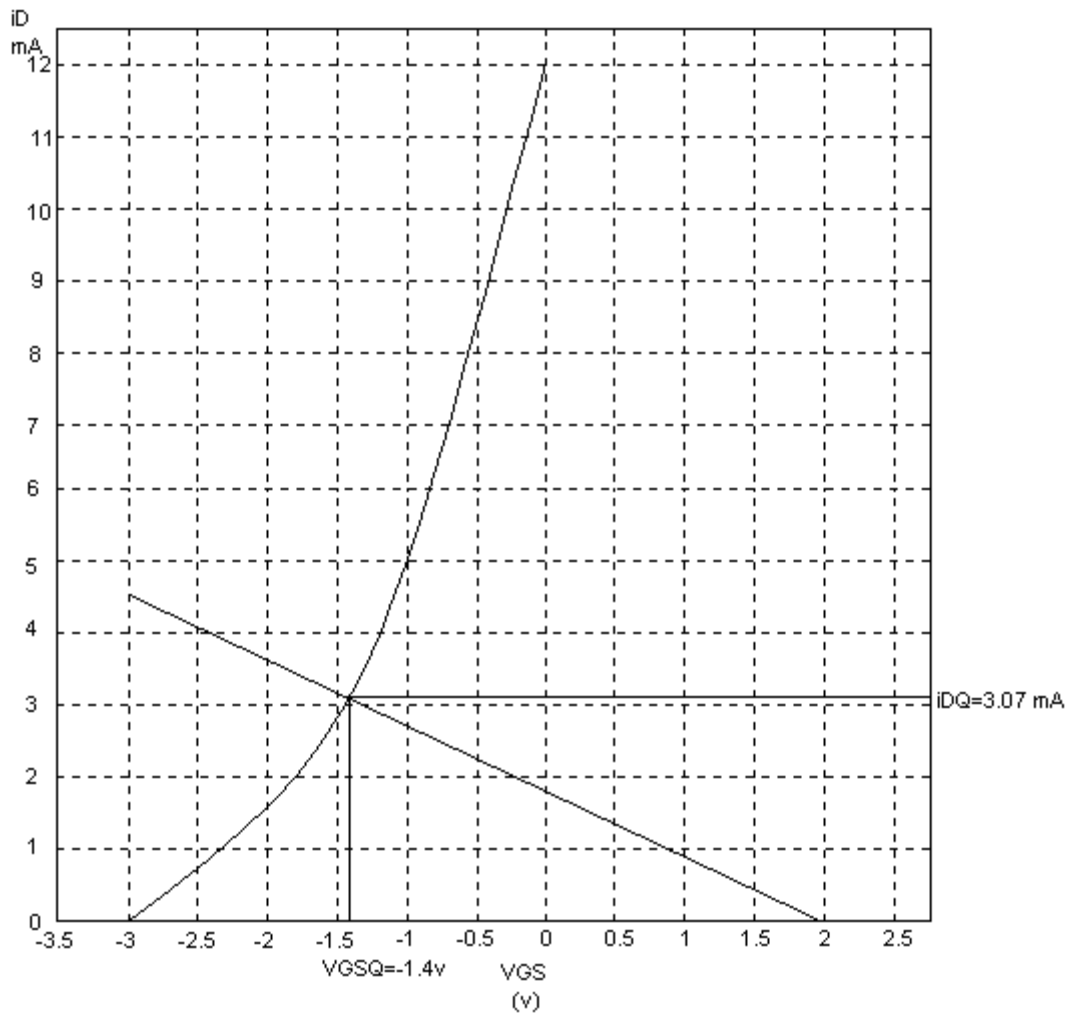

Figura 13. Método gráfico para hallar punto Q.
La figura 13 da como resultado aproximado a $I_{DQ} \approx 3.07$ mA y $V_{GSQ} \approx -1.4$ V, ahora se halla g_m , utilizando la ecuación (5), por lo que: